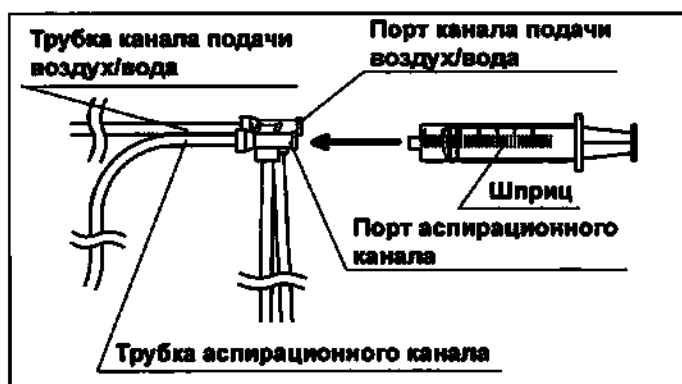

Рис. 5.42
- 3** Присоедините стерильный шприц объемом 30 мл к порту аспирационного канала инъекционной трубки. (см. рис. 5.42)
- 7** Присоедините стерильный шприц объемом 30 мл к порту аспирационного канала инъекционной трубки. (см. рис. 5.42)
- 16** Присоедините шприц к порту аспирационного канала инъекционной трубки. (см. рис. 5.42)